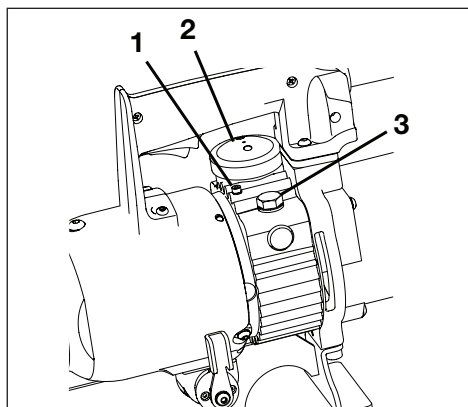
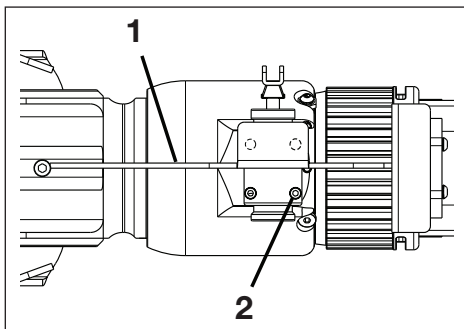

Figure 15A, Vis de purge (1), couvercle de membrane (2) et bouchon de réservoir d'huile (3)
Figure 16, Support distant (1) et vis de la valve de commande directionnelle (2)
Reportez-vous aux Figures 15A à 15D pour les étapes qui suivent :
Le changement d'huile du sectionneur doit être effectué comme décrit dans les étapes suivantes. Voir les Figures 15A à 15E et la Figure 16.:
10. Après avoir évacué toute l'huile, retirez les trois vis du support distant et déposez ce dernier de la partie basse du sectionneur. Voir la Figure 16.